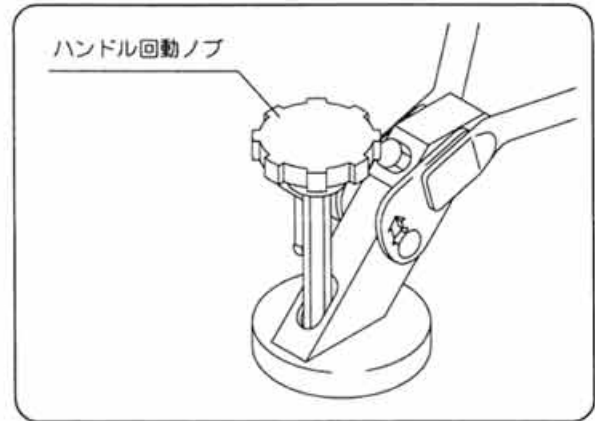

図26
- ④ 左右の回動はハンドル回転ノブをゆるめて左右にハンドルを移動してください。菊座締付けで12度毎の固定が可能です。(図26・27)